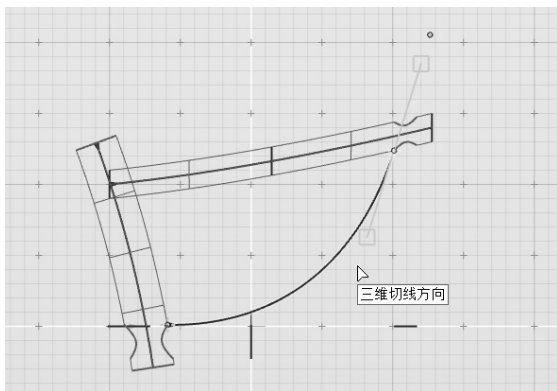

图 5-125 手动调整控制点的三维切线方向
7) 随后分别手动调整融合曲线首尾两点的三维切线方向, 如图 5-125 所示。